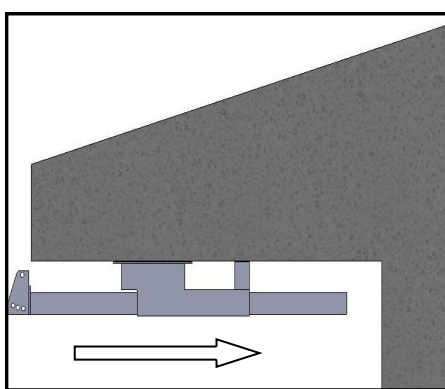

fig.5
- Procedere con l'inserimento della parte inferiore del montante facendolo scorrere fino alla posizione più vicina possibile al manufatto; stringere quindi la vite ad aletta in dotazione, presente sul tubo della piastra scorrevole, all'interno del foro in corrispondenza della posizione corretta (fig. 5 a pag. 9);